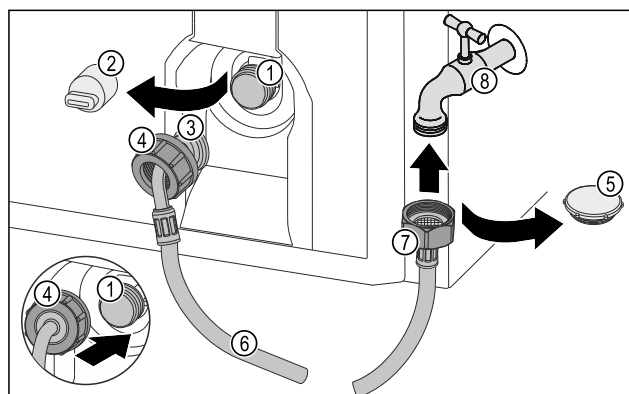

Fig. 22
- ▶ Távolítsa el a zárósapkát Fig. 22 (5).
- ▶ Helyezze fel az egyenes tömlővéget Fig. 22 (7) a vízcsapra Fig. 22 (8).
- ▶ Az óramutató járásának irányában húzza meg az anyát az egyenes tömlővégen Fig. 22 (7).